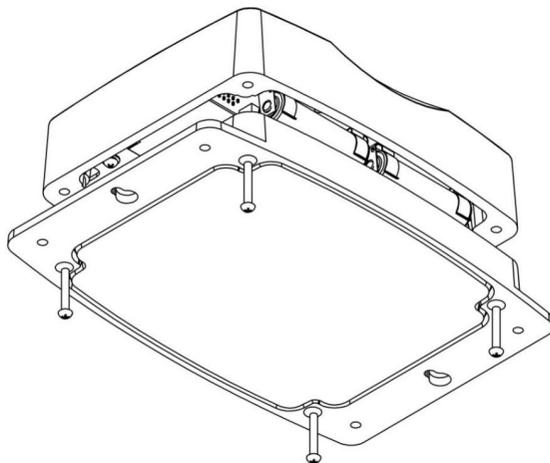

Рис. 4. Разборка устройства.
6.2 Батареи устанавливаются в помещении(в целях защиты от атмосферных осадков) непосредственно перед запуском в эксплуатацию, для их установки необходимо открутить четыре винта, расположенных на нижней, опорной, части изделия, и отсоединить верхнюю половину устройства для доступа к батарейным держателям, как показано на рис.4. Батареи изначально устанавливаются при сборке изделия, для начала работы необходимо перевести переключатель в положение ON **При самостоятельной установке элементов питания**